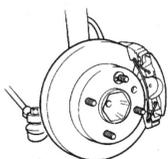

Fig. 1
- 6a. Type à support intérieur (Fig. 1) Déposer les vis de retenue, s'il y a lieu, et enlever le disque de la bride.
- 6a Tipo con supporto interno (Fig. 1) Rimuovere le viti di fissaggio (laddove opportuno) e togliere il disco del freno dalla flangia del mozzo.